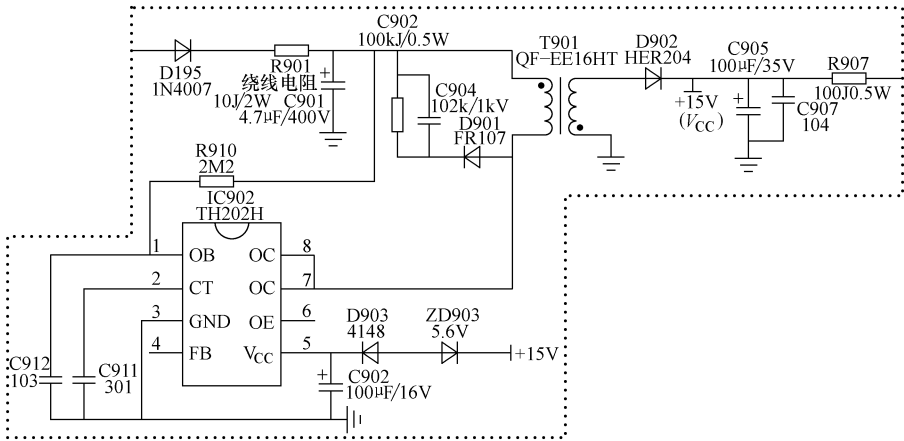

图 4-129 开关电源电路截图
**维修笔记** 开关电源电路截图如图 4-129 所示。FR107、HER204 的技术资料如图 4-130所示。